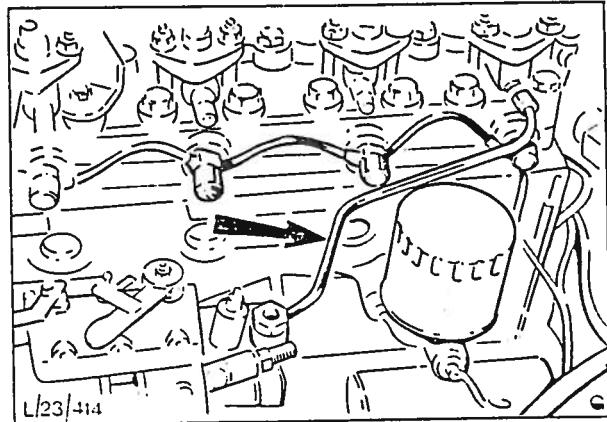

Fig. 51 Demontering av innsprøytningsrør.
3. Kople de tre fremre rørene av fra dysene og fra pumpen. Løsne festeklammeret og ta vekk rørene mens det bakre innsprøytningsrøret står tilbake (fig. 51).